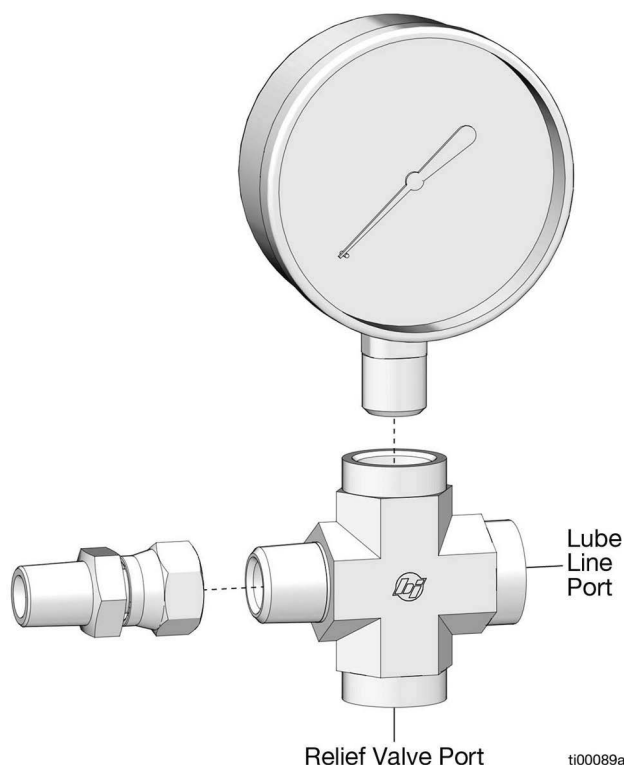

FIG. 1
5. Procéder à l'installation dans le raccord en croix (FIG. 1). Serrer manuellement puis serrer 2 ou 3 tours avec une clé.